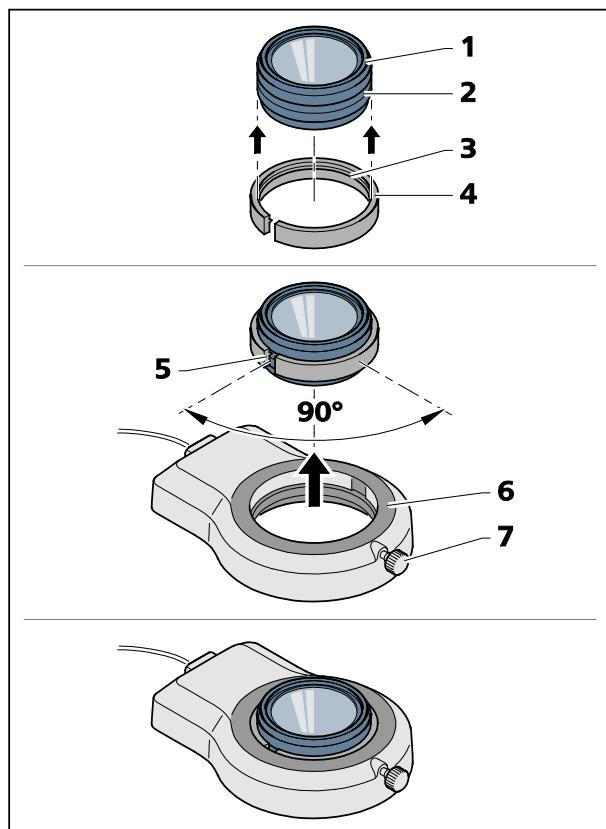

Fig. 14 Montar el iluminador anular a la unidad óptica frontal 3
- Poner el adaptador ranurado incluido en el suministro (Fig. 14/4) (diámetro exterior 66 mm, diámetro interior 58 mm) desde abajo sobre la unidad óptica frontal (Fig. 14/1). El borde reforzado interior (Fig. 14/3) del adaptador debe encajar en la ranura exterior (Fig. 14/2) de la unidad óptica frontal.
- Enchufar el iluminador anular (Fig. 14/6) sobre el diámetro exterior del adaptador y fijarlo con el tornillo de retención (Fig. 14/7).
Se obtiene el mejor efecto de retención, siendo desplazados la ranura (Fig. 14/5) del adaptador y el tornillo de retención (Fig. 14/7) del iluminador anular en aprox. 90°.